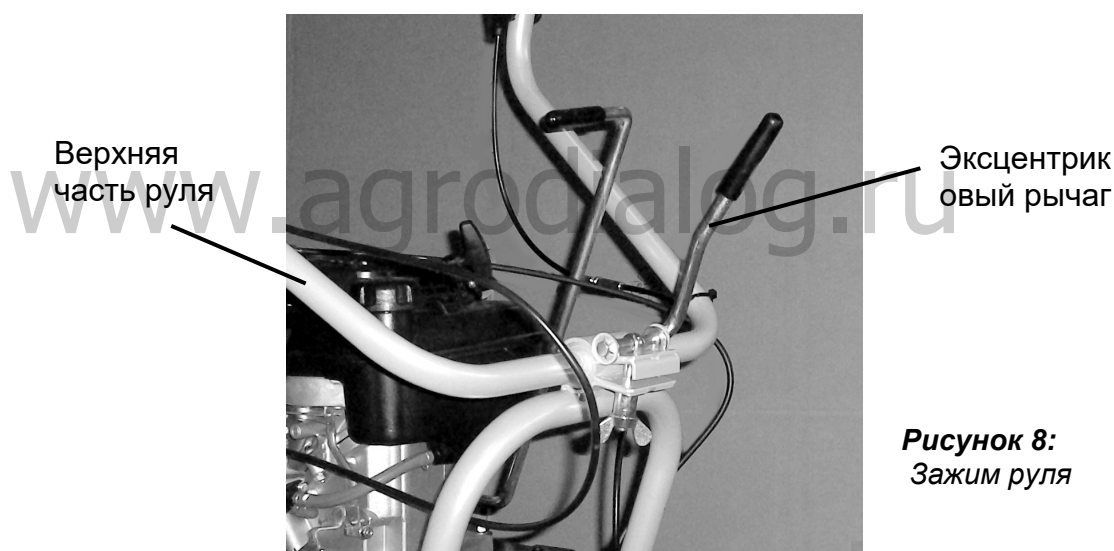

Рисунок 8:
- ⇒ Ослабьте стопорную пластину на механизме регулировки щетки по высоте (см. рисунок 8).